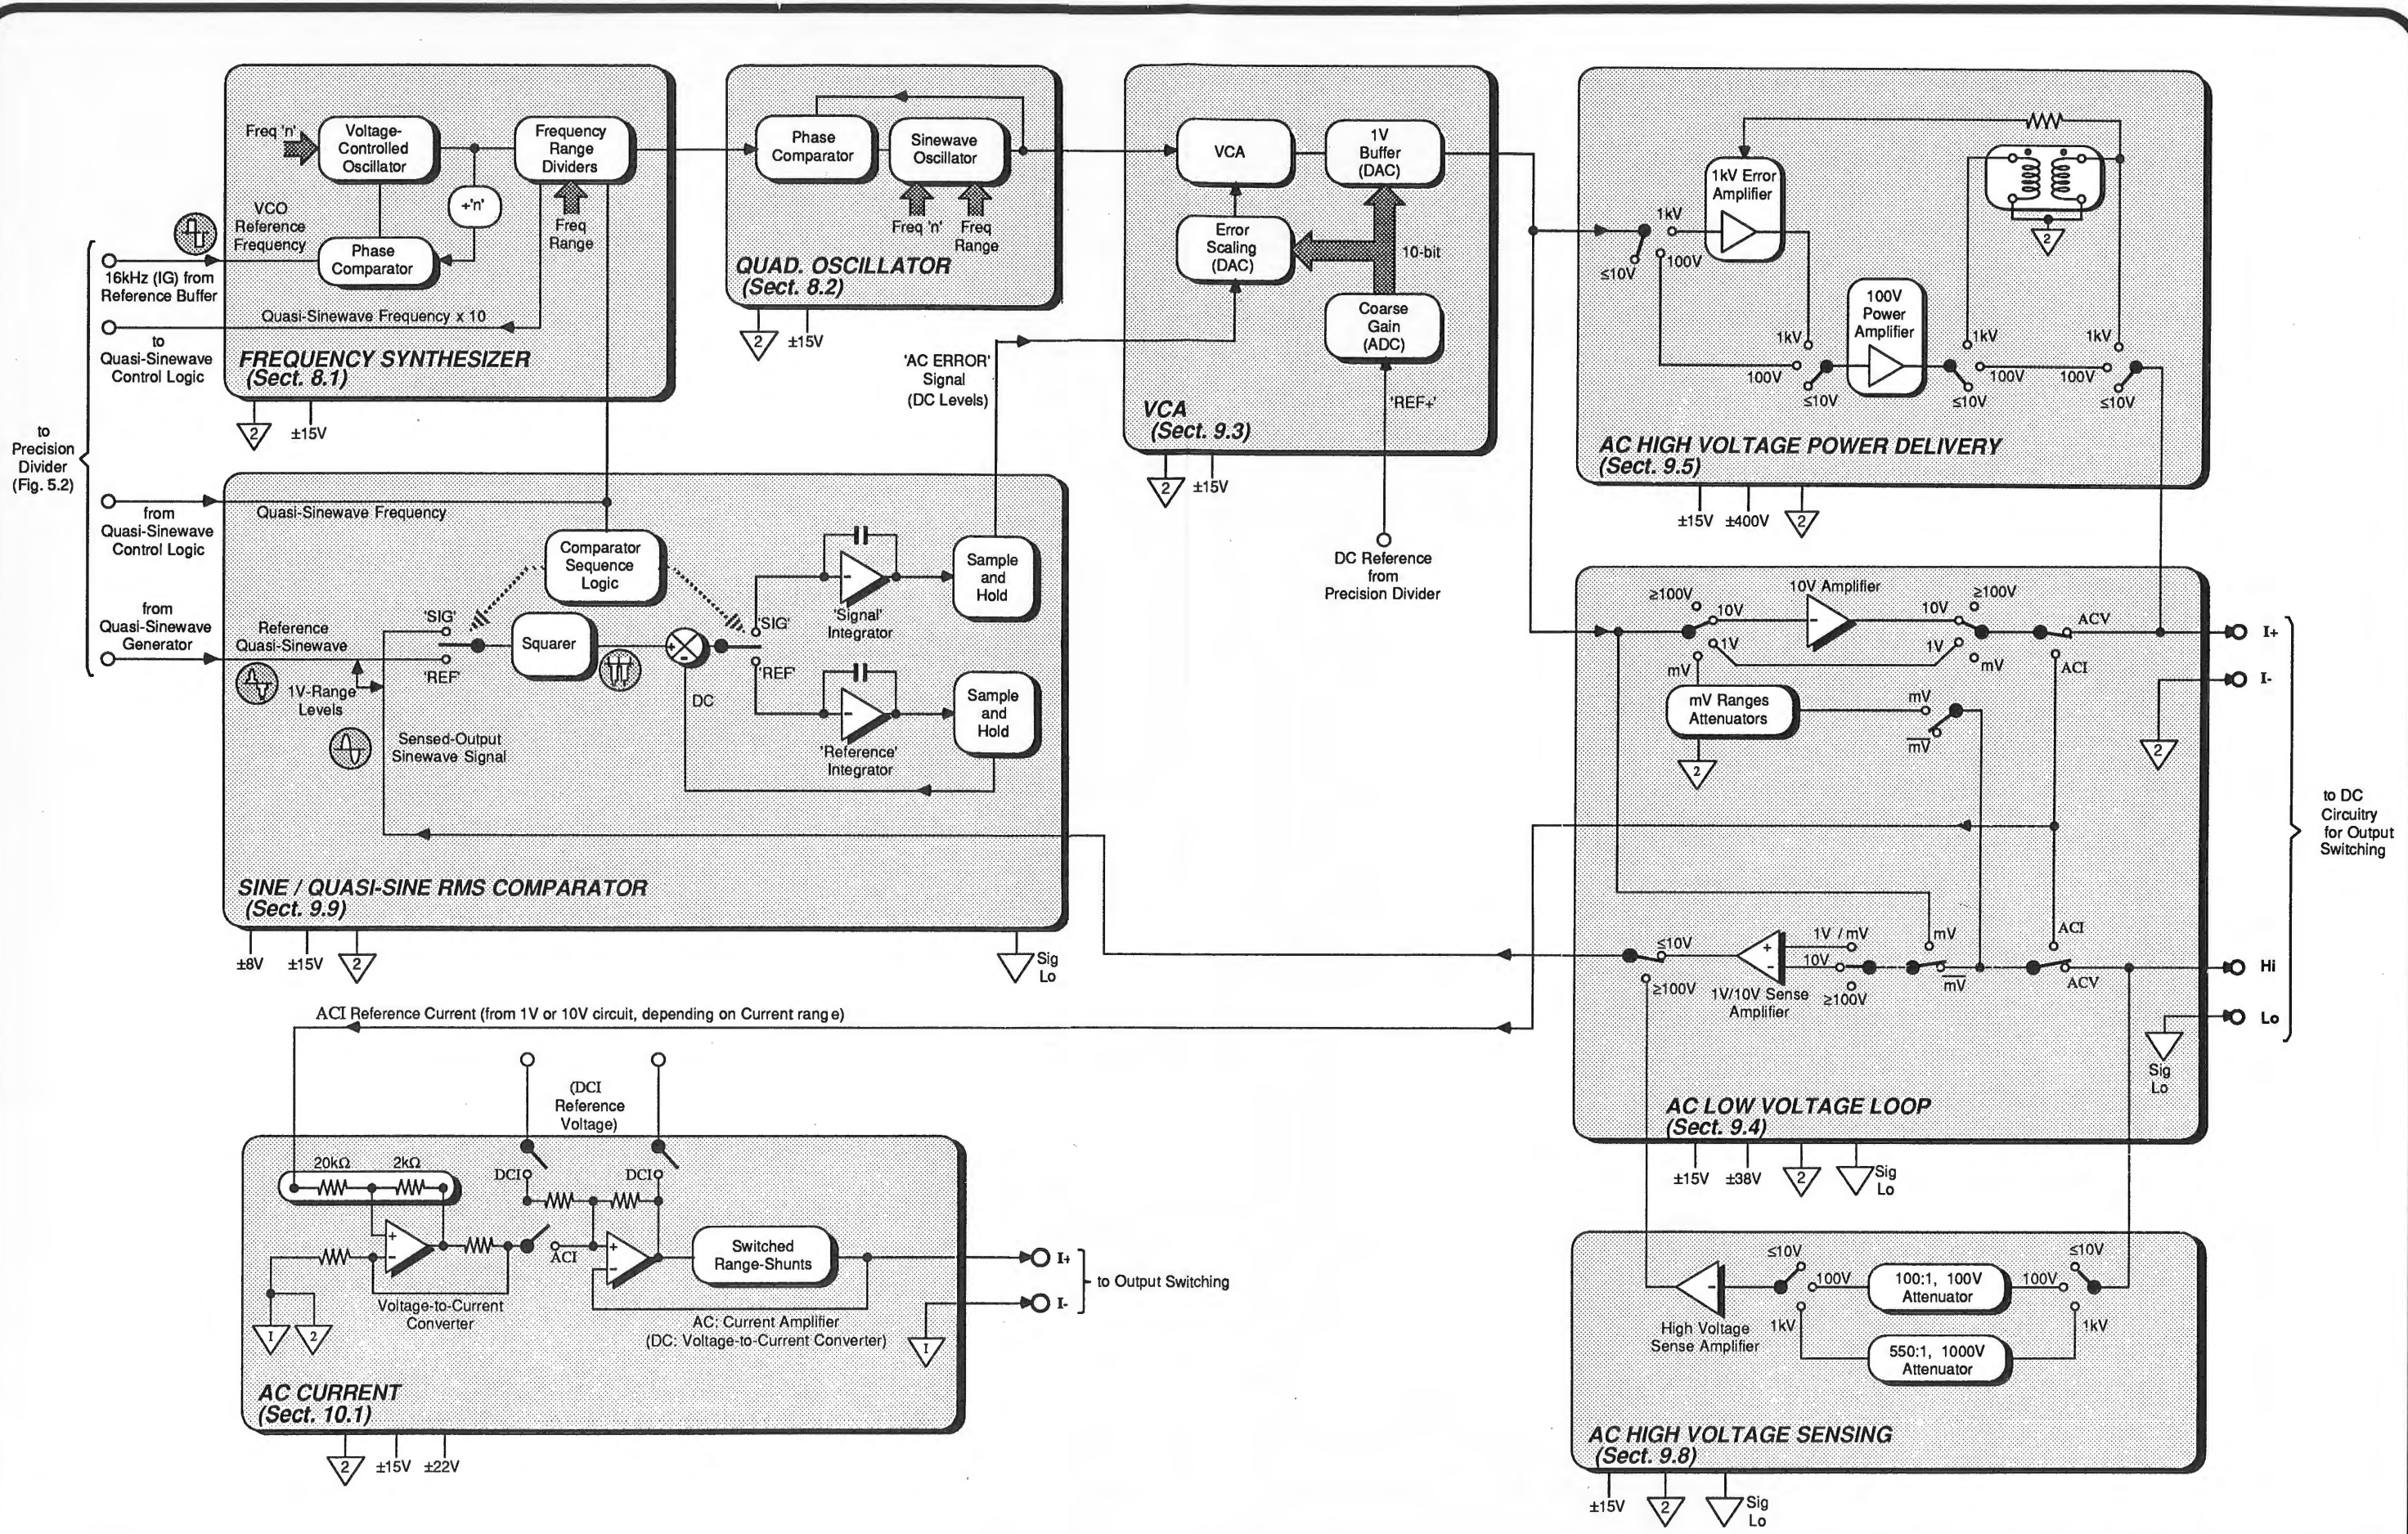

FIG. 5.4 4705 BLOCK DIAGRAM - AC OPERATION
(Fig. 5.4)
5.8.2 AC 1000V RANGE (Fig. 5.4)
5.9.2 AC CURRENT (Fig. 5.4)